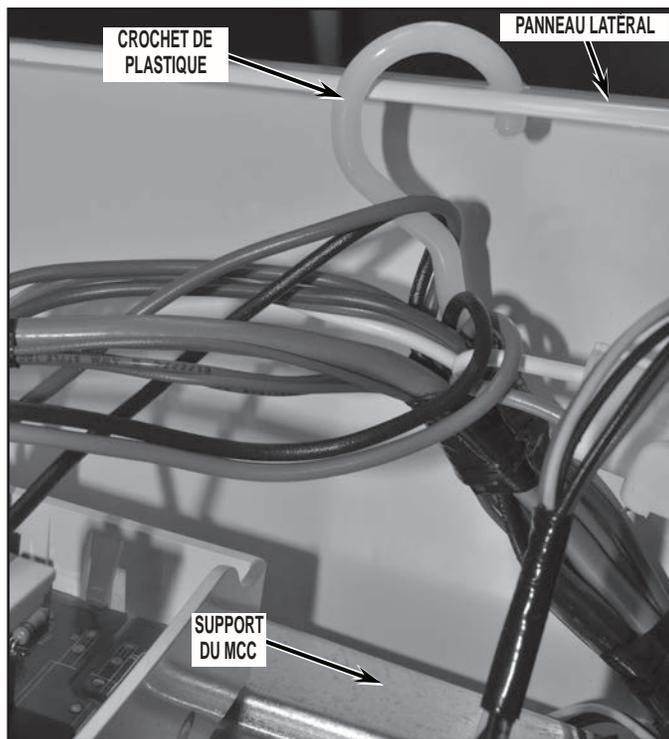

FIGURE 16
19. Pour l'obtention d'un accès approprié au brûleur, il sera nécessaire d'enlever le tambour. Avant l'extraction du tambour de la sécheuse, il est nécessaire de retenir le module de commande central et sa bride à la position appropriée sur le panneau latéral au moyen du crochet de plastique (accrochage sur le faisceau de câblage principal); ainsi le module de commande central sera suspendu sur place et il ne tombera pas lors de l'extraction du tambour. Voir *Figure 16*.